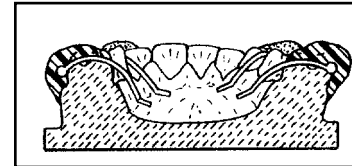

Abb. 1A
1. Drähte, Halteelemente und Retentionsgitter wie gewohnt vorbereiten. Palatinal / lingual zwischen Modell und Halteelementen ca. 0,5mm Platz lassen (Abb. 1A). Die Metallteile der Geräte gründlich mit einer Bürste und Methylmethacrylat-Monomer